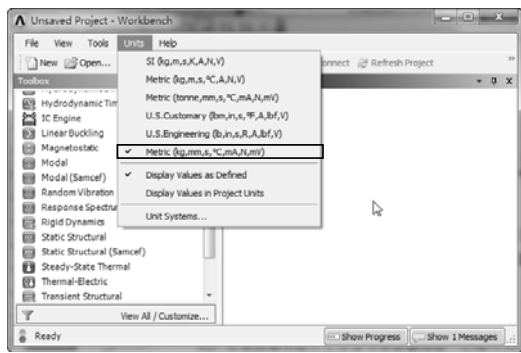

图 12-19 设置分析单位
2) 选择【Units】|【Metric (kg,mm,s,°C,mA,N,mV)】命令，设置分析单位，如图 12-19 所示。